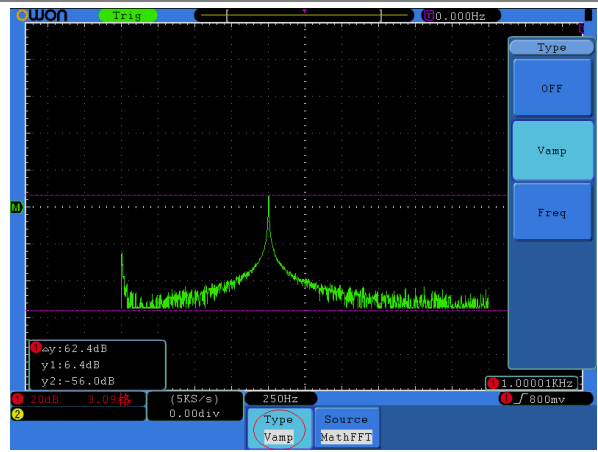

Рисунок 5.74. Вид осциллограммы при курсорных измерениях амплитуд компонент спектра сигнала в режиме FFT
3. В соответствии с особенностями измеряемой осциллограммы выберите положения курсора 1 и курсора 2 вращением регуляторов **VERTICAL POSITION** канала CH1 и канала CH2. В окне в левом нижнем углу окна отображения осциллограммы показывается разность потенциалов между курсорами и текущие значения положений обоих курсоров (см. рисунок 5.74).